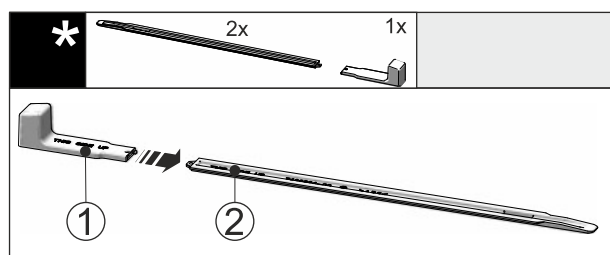

Fig. 46
- Insertar el tirador de montaje Fig. 46 (1) en el riel de nivelación Fig. 46 (2).